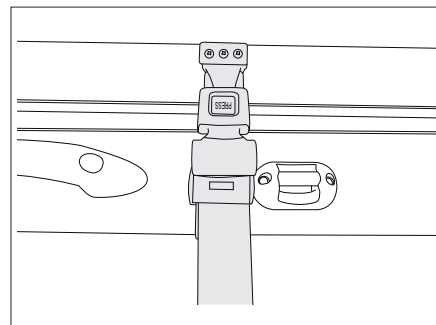

Fig. 104 Ceinture de sécurité du lit escamotable manuel
- Fixer le lit escamotable au toit avec la ceinture de sécurité (Fig. 104).